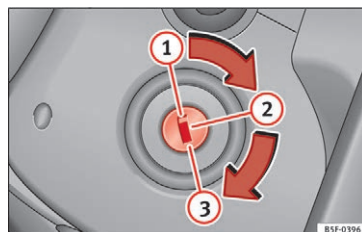

Fig. 186 Tændingsnøglen positioner
- Drej tændingsnøglen til position ① » Fig. 186.
- Tag tændingsnøglen ud i stilling ① » Fig. 186 » ⚠.